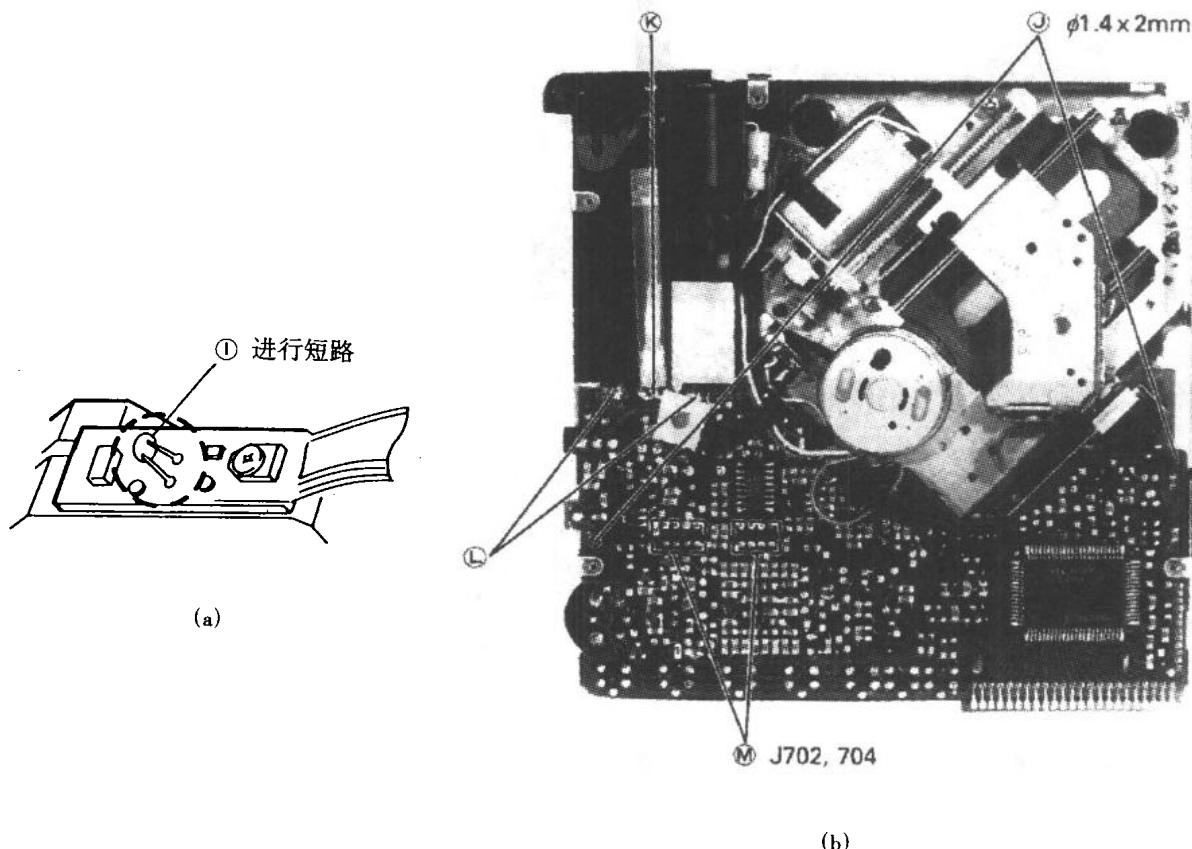

图 1.11
- (1) 拆卸主印刷电路板时,务必用电烙铁将激光拾音器的端子①短路。
- (2) 取下 2 个螺钉②,见图 1.11。
- (3) 用电烙铁焊掉电池弹簧的 3 个部位 ③ 和 ④。
- (4) 拔掉 2 个接插件 ⑤。